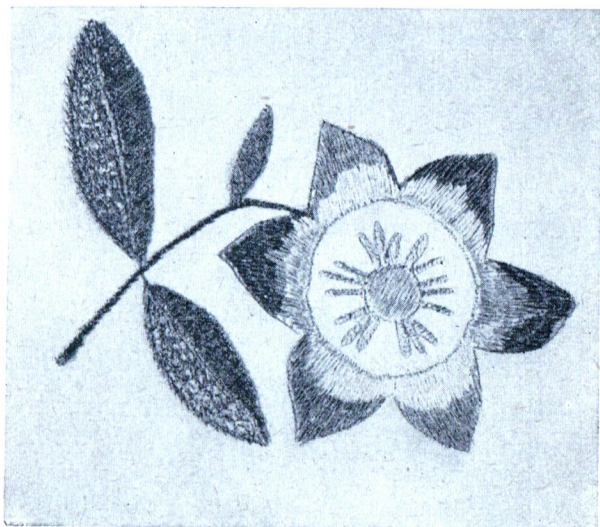

Abb. 25
a) Plattstich-Stickerei (Abb. 25)